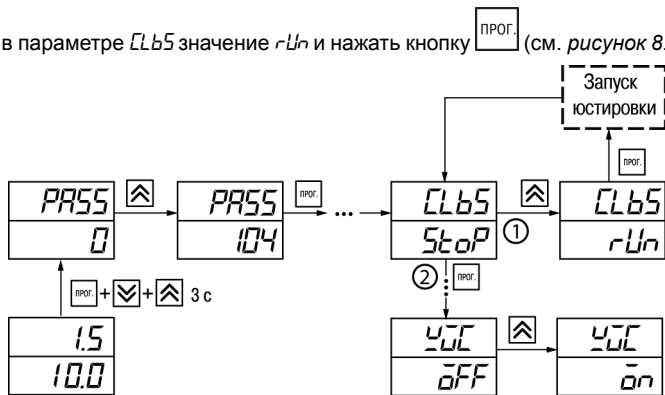

Рисунок 8.7 – Последовательность действий во время юстировки
5. Установить в параметре $\bar{c}Lb5$ значение rUn и нажать кнопку ПРОГ. (см. рисунок 8.7, шаг 1).
6. Включить автоматическую коррекцию ЭДС ТП по температуре его свободных концов, установив в параметре $\bar{c}ЦГ$ значение $\bar{o}n$ (см. рисунок 8.7, шаг 2).